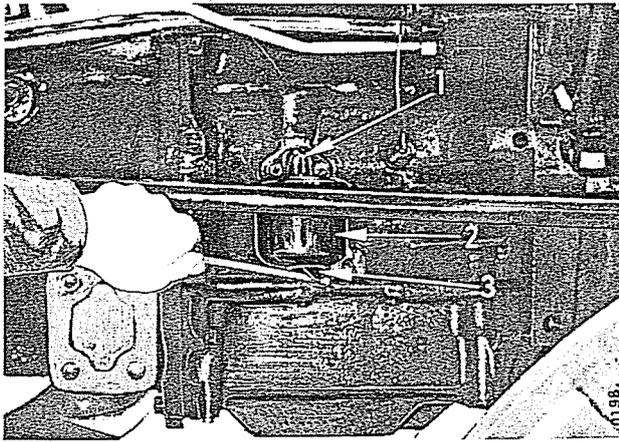

Fig. 45
- Dévissez le filtre (2, Fig. 45) pour le séparer de son socle (1) et mettez-le au rebut. Le desserrage